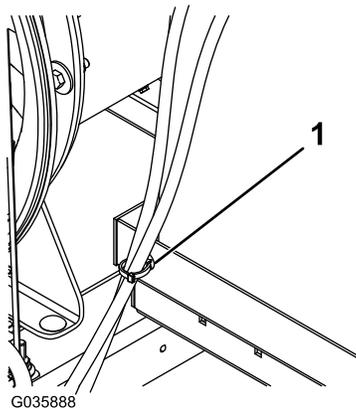

Figura 10
11. Coloque o clipe no lado do tabuleiro do depósito de combustível e prenda-lhe os dois tubos do depósito de combustível (**Figura 10**).